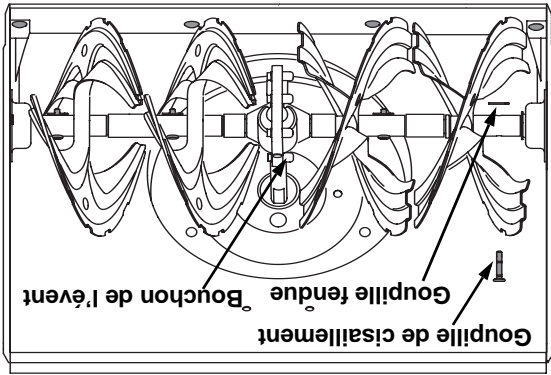

Figure 16
fendues maintiennent les tarières sur l'arbre de la tarière. Les goupilles sont sensées se cisailier si la souffluse heurte un objet ou un bloc de glace. Voir la Figure 16.
- Lubrifiez les roulements de les tarières et les roulements du côté de l'habitacle avec un huile légère chaque saison. Voir la Figure 16.